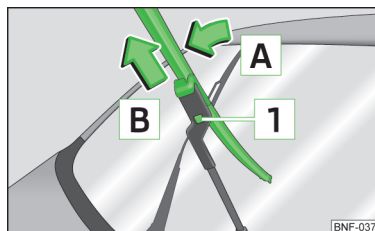

Fig. 32 Viskerblad til forrude
- Løft viskerarmen fra bagruden, og vip viskerbladet lidt i retning mod viskerarmen, pil **A** » Fig. 32.